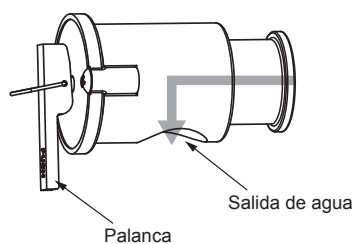

Fig. 4-2
4.4. Piezas que requieren una inspección periódica (Fig. 4-2)